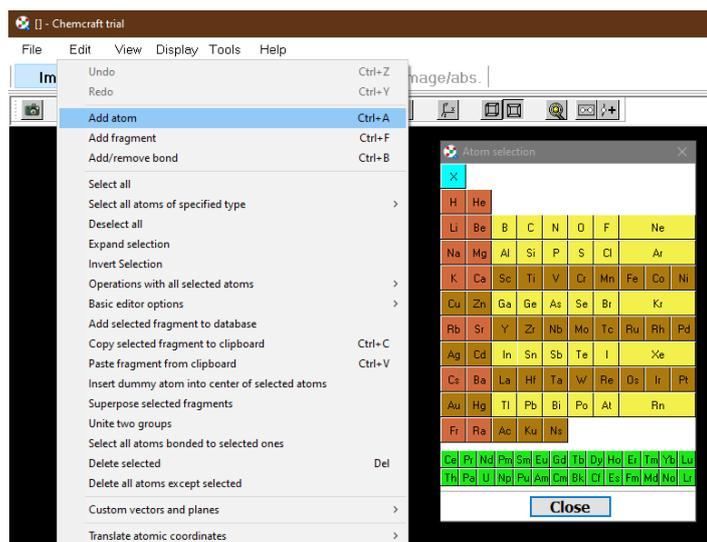

Рис. 1. Выбор атома
2. Построить молекулу в программе. Выбрать Edit/Add atom, вылетит таблица Менделеева, щелчком выбираем нужный атом и левой кнопки мыши щелкаем по полю программы, у нас появляется выбранный атом, как показано на рис. 1. Чтобы добавить или удалить связь, выделить атомы и нажать комбинацию клавиш Ctrl+B.